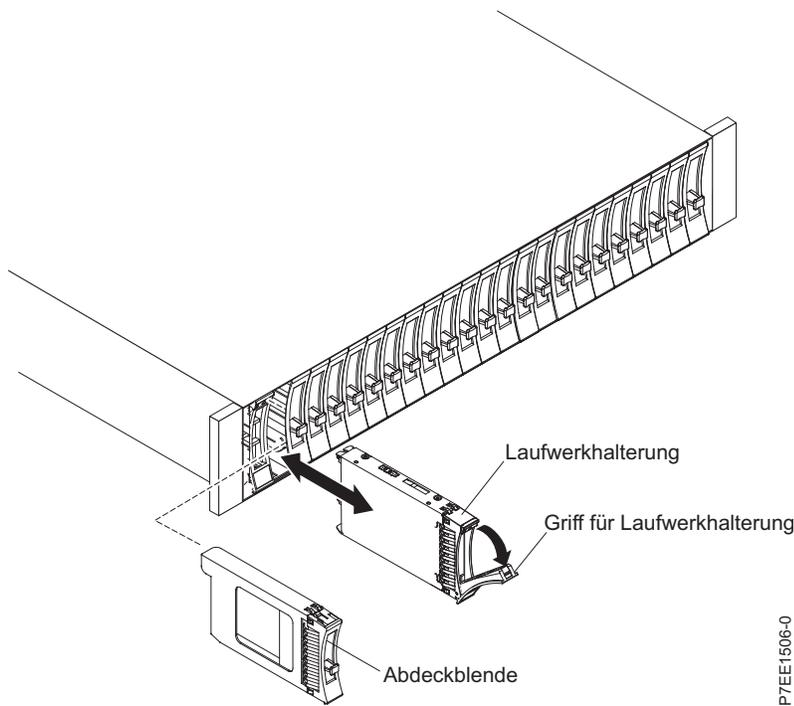

Abbildung 24. Laufwerk im 5887 Plattenlaufwerkgehäuse ausbauen
4. Ziehen Sie das Laufwerk an der Vorderseite aus dem Steckplatz und stützen Sie es dabei unten mit der Hand ab. Siehe Abb. 24 auf Seite 26.